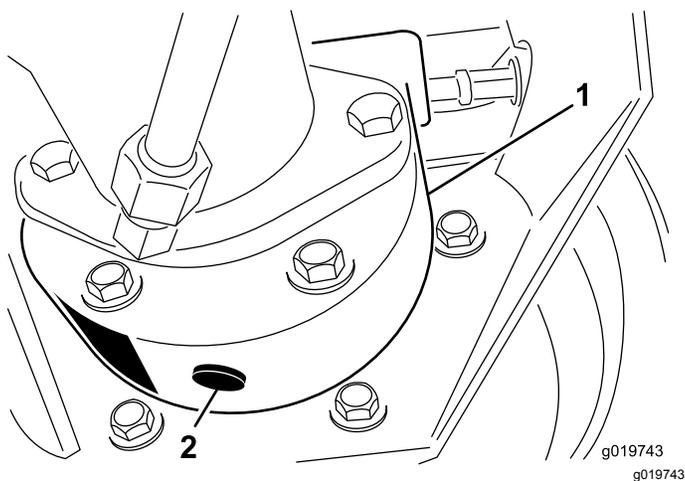

Рисунок 44
3. Подставьте поддон под корпус тормоза, снимите пробку и дайте маслу стечь (Рисунок 44).